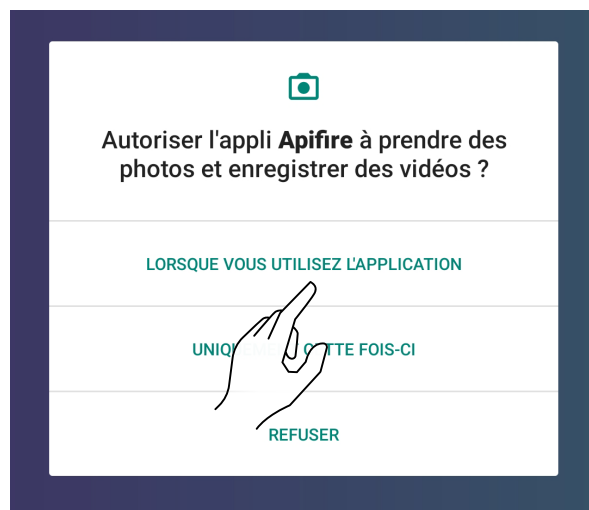

Fig. 8.1
- que vous avez correctement scanné le code QR. Contrôlez l'autorisation de ApiFire pour utiliser la caméra, si elle n'est pas autorisée, le cadre reste complètement noir ; puis modifiez les autorisations comme indiqué sur la Fig. 8.1 et 8.2, ou saisissez manuellement le code à 16 chiffres ;